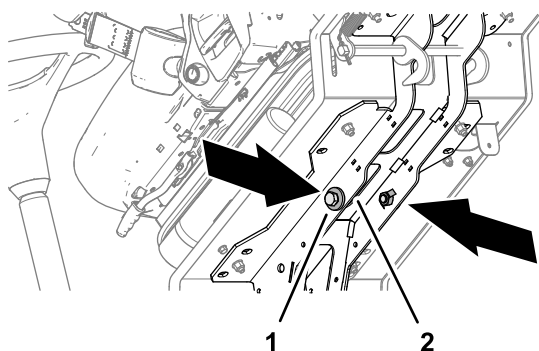

Figura 42
4. Retire los 2 pernos de (12 x 40 mm) y las 2 arandelas (12 mm) almacenados en los raíles de soporte de la plataforma (Figura 42).